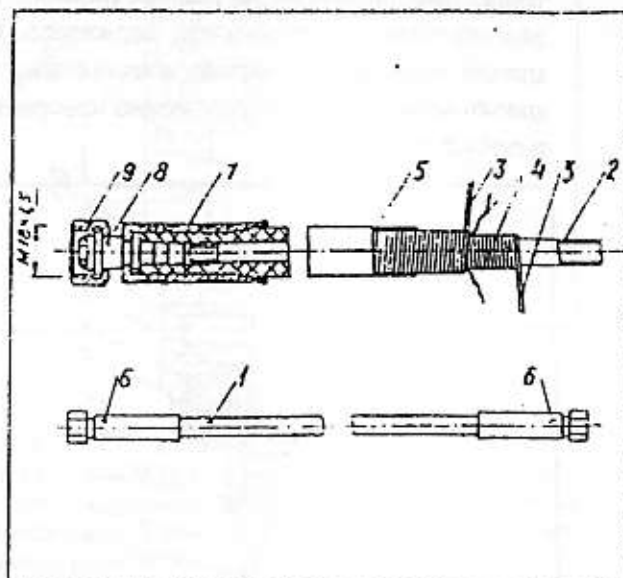

Рис. 16
Рис. 16. Шланг высокого давления (12.19.0000.00.01). 1 - шланг $D_h = 6$; 2 - внутренняя камера; 3 - синтетическая пряжа (два слоя); 4 - токопроводящие жилы; 5 - наружная оболочка; 6 - присоединительная арматура; 7 - обойма (12.19.0000.03А); 8 - ниппель (12.19.0000.02); 9 - гайка накидная (12.19.0000.01).
5.3.2. Шланг высокого давления (рис. 16) применяется для подачи жидкости в пистолет. Состоит из собственно шланга, состоящего из внутренней камеры, двух рядов навилок из синтетической пряжи с двумя токопроводящими жилами и наружной оболочки. На концах шланга закреплена присоединительная арматура с накидными гайками. Шланги являются стойкими и условностойкими к окрасочным составам и их растворителям и электропроводными для зарядов статического электричества камера и оболочка выполняются из полимеров.